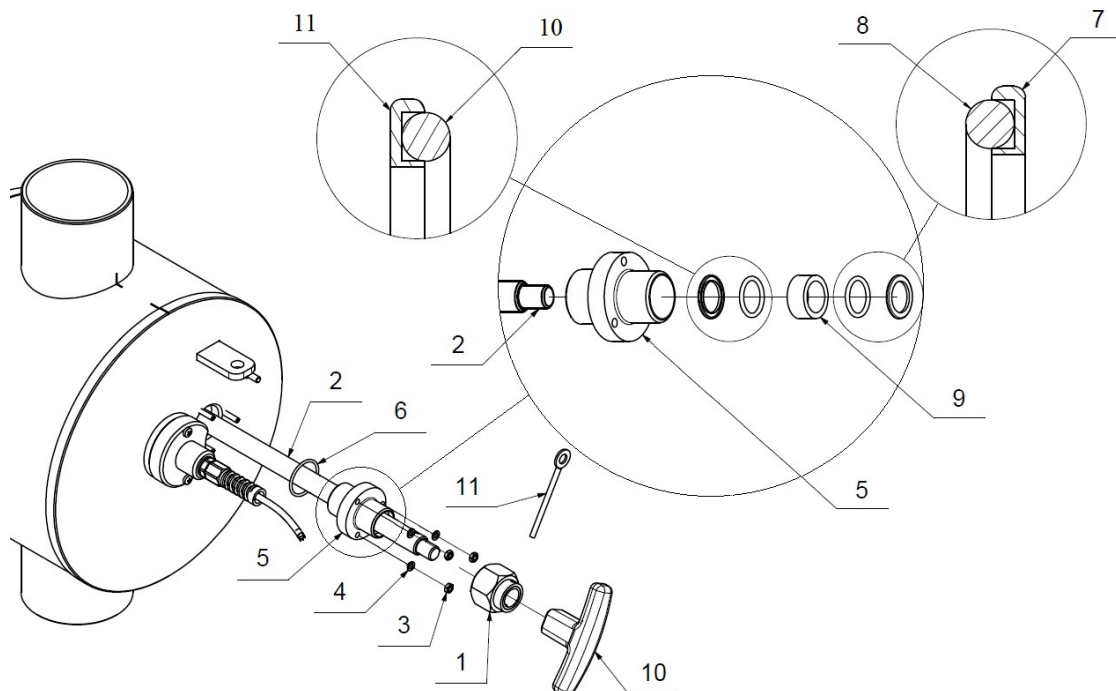

Рис. 35: Заміна ущільнювальних кілець штока ручного очисника.
Зупиніть роботу УФ-системи за допомогою сигналу активації та відключіть головне джерело живлення. Зупиніть потік води та переконайтеся, що вода з УФ-реактора повністю злита. Потім виконайте такі дії **Рисунок 35**: Якщо шток очисника зафіксований на УФ-реакторі за допомогою запобіжного фіксатора, зніміть запобіжний фіксатор (11) і за допомогою гайкового ключа на 32 мм ослабте з'єднувальну гайку штока очисника (1) та зніміть її з вала очисника.
- ✓ Відпустіть ручку, повертаючи її проти годинникової стрілки (10), і зніміть її зі штока очисника.
- ✓ За допомогою квадратного ключа ослабте гайки М4 (3) з шайбами (4), що утримують втулку скребка (5).
- ✓ Висуньте втулку скребка разом з ущільнювачем (6). З втулки скребка поступово висуньте вузол, що складається з «О»-образного кільця (7), розміщеного в графітовій втулці (8), синьої центральної втулки (9) та іншого «О»-образного кільця (10), розміщеного в графітовій втулці (11). Зніміть їх, легенько постукавши, а потім висуньте пальцем.
- ✓ Замініть «О»-кільця на нові та вставте вузол із центральною втулкою назад у втулку скребка. Під час вставляння зверніть особливу увагу на правильне прилягання графітових сидел до «О»-кільця, як показано на малюнку **35** (детально позначено номерами 7, 8, 10, 11). Встановіть нову прокладку (6) на втулку скребка.
- ✓ Зніміть кварцову трубку (1) з УФ-реактора відповідно до процедури, наведеної в розділі 12.3.
- ✓ З боку УФ-реактора демонтуйте бічну стінку, ослабивши гайки (2) за допомогою гайкового ключа з відкритими губками 10 мм *(17 мм), і зніміть стінку, зсунувши її з гвинтів.
- ✓ Якщо шток очисника зафіксований на УФ-реакторі за допомогою фіксатора, зніміть фіксатор (2), показаний на малюнку.
- ✓ *Рис. 35:* За допомогою гайкового ключа з відкритими губками 32 мм ослабте з'єднувальну гайку штока очисника та зніміть її з вала очисника
- ✓ Відпустіть ручку, повертаючи її проти годинникової стрілки (1), і зніміть її зі штока скребка.